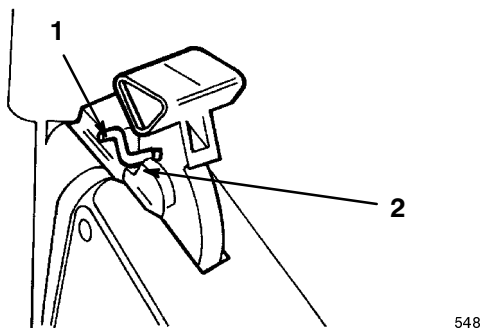

Figure 46
- Tirez la poignée en arrière jusqu'à ce que la patte de verrouillage s'engage dans le cran du verrou du volet du sac (Fig. 46).
Remarque : Dans la Figure 46, la grille de protection n'est pas montrée pour plus de clarté.